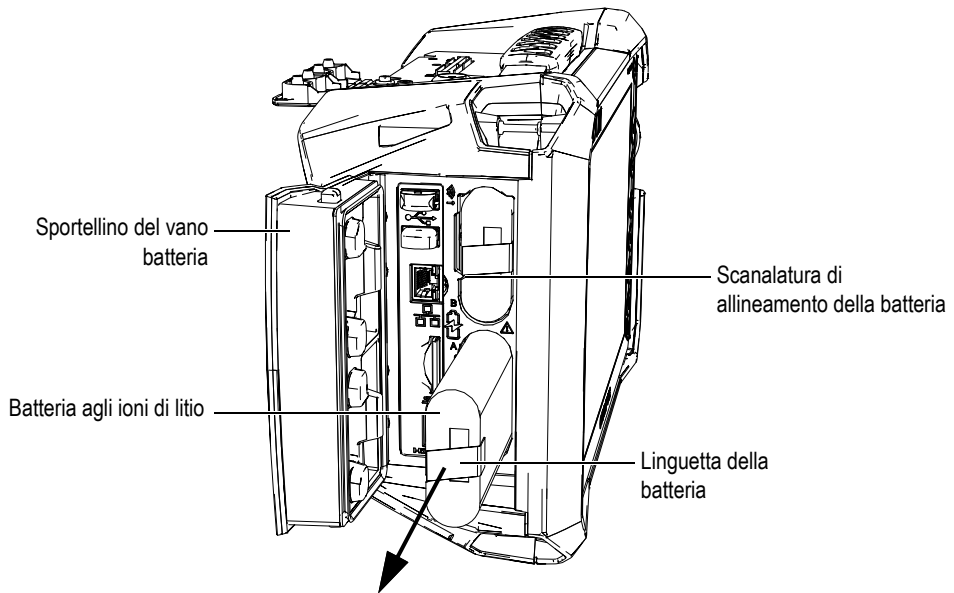

Figura 3-3 Rimozione di una batteria agli ioni di litio
2. Premere la batteria verso l'interno, in seguito tirare verso sinistra la linguetta della batteria e estrarre la batteria (Figura 3-3 a pagina 47).